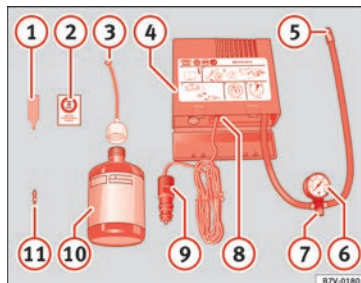

Abb. 96 Prinzipdarstellung: Bestandteile des Pannensets
Das Pannenset befindet sich im Gepäckraum unter dem Bodenbelag. Es besteht aus folgenden Bestandteilen » Abb. 96:
Den Reifenfüllschlauch » Abb. 96 ⑤ wieder anschließen und den Reifenfülldruck an der Reifenfülldruckanzeige ⑥ ablesen.